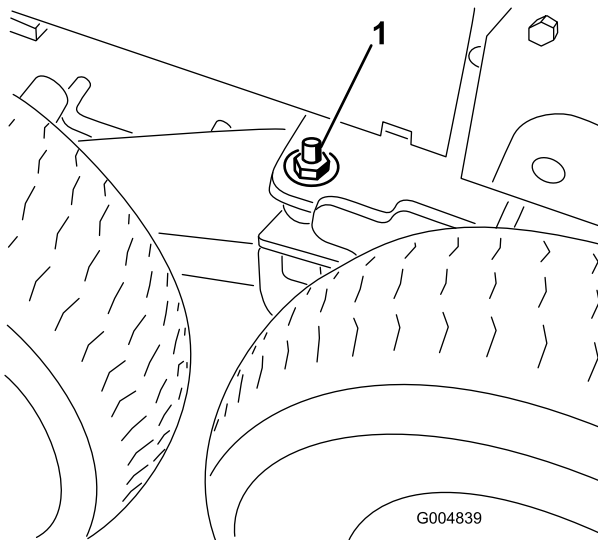

図 75
7. 左右のボギーピボットの溶接部からロックナット 1/2 インチ を取り、ピボットのラッチを外す 図 75。
11. ボギーピボットの溶接部を動かせる程度までフロアジャッキを下降させ、機体の左右で 1/2 インチの平ワッシャとロックナットをスタッドに取り付けて指締め状態とする 図 75。